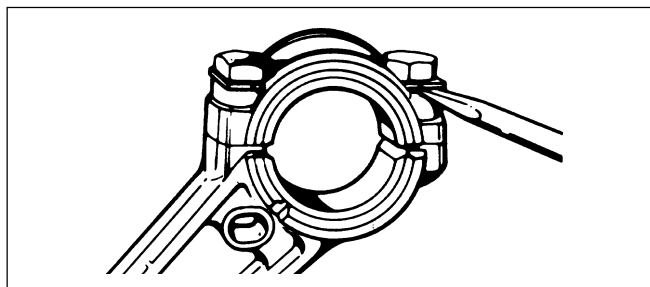

Fig. 54
- Bloquer les vis avec le fermoir déjà monté (voir Fig. 54).